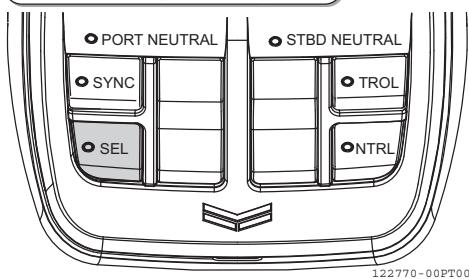

Figura 37
- A lâmpada do painel de interruptores surgirá e a lâmpada da cabeça de controlo (**Figura 36**) SEL (**Figura 37**) surgirá ou ficará intermitente.